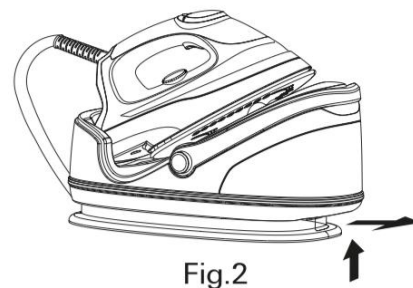

Fig.2
1. Naciśnij blokadę zbiornika wody w górę i wysuń odłączany zbiornik wody z podstawy. (Rys.2)